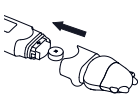

Figura 5
- Utilizzare un oggetto appuntito, ad esempio una penna, per rimuovere la vecchia batteria. Sostituire la batteria in modo appropriato. Sostituire con una nuova batteria da 1,5 V CC del tipo LR41 o SR41, UCC392, o equivalente. Assicurarsi che la batteria sia installata con la polarità rivolta verso l'alto (Figura 5).